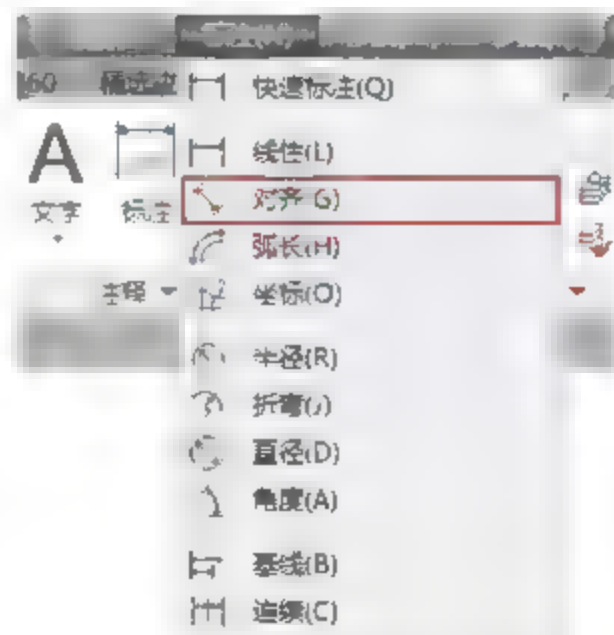

图5-60 选择命令
- 菜单栏：选择菜单【标注】|【对齐】命令，如图5-60所示。